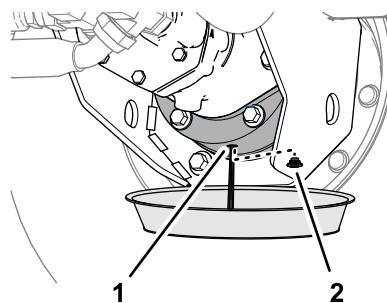

**Figura 86**
2. Posizionate una bacinella di spurgo sotto il mozzo della trasmissione degli ingranaggi a ruotismo planetario, rimuovete il tappo di spurgo, il tappo di riempimento e il tappo di controllo e lasciate spurgare completamente l'olio (Figura 86).